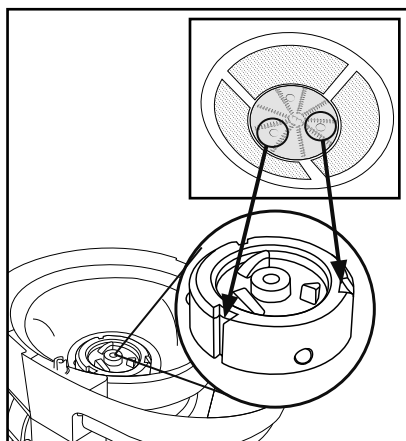

Fig. 2
- 3) Coloque o filtro **4** no eixo de acionamento **13**. Terá de posicionar corretamente o filtro **4**, de modo a prender nos respetivos encaixes no eixo de acionamento **13** (ver fig. 2). Para o alinhamento, observe as 3 marcas redondas entre as lâminas de corte e as calhas/guias no eixo de acionamento **13** - estas devem estar voltadas umas para as outras ao encaixar as peças, caso contrário, não será possível montar o filtro. O filtro **4** deve encaixar de forma audível e ficar bem fixo antes de continuar a montagem!